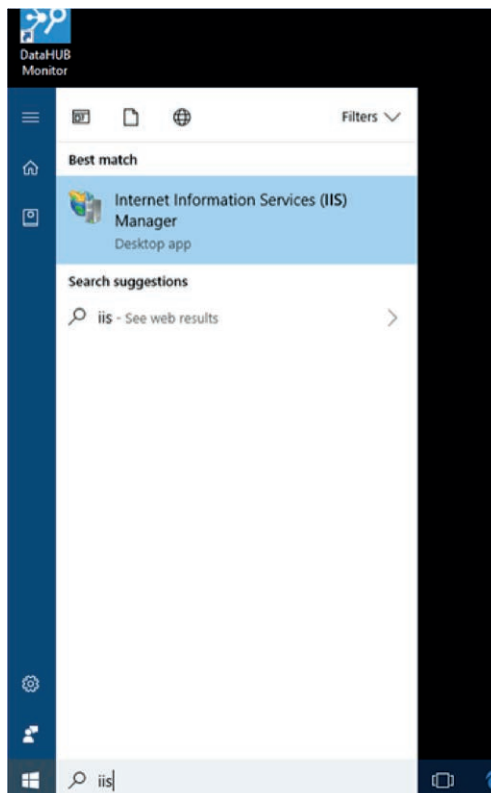

Figure 31 Sélectionnez Internet information Services (IIS) Manager (Gestionnaire de services Internet (IIS))
1. Ouvrez IIS depuis le menu **Start** (Démarrer) de Windows en tapant « IIS » dans la zone de recherche, puis sélectionnez **Internet Information Services (IIS) Manager** (Gestionnaire de services Internet (IIS)) (voir la Figure 31).